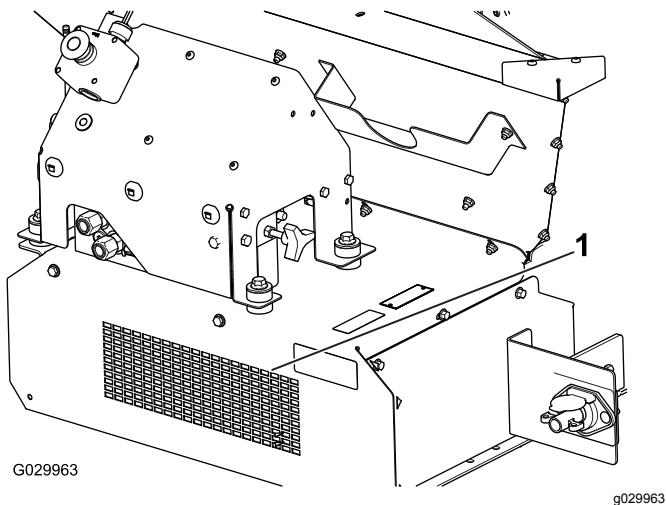

Bild 58
- Ermitteln Sie den Reinigungsanschlussaufkleber vorne an der Maschine (Bild 57). Spritzen Sie mit einem Gartenschlauch durch das vordere Schutzgitter, bis die Bodenplatte kein Material mehr enthält (Bild 58).